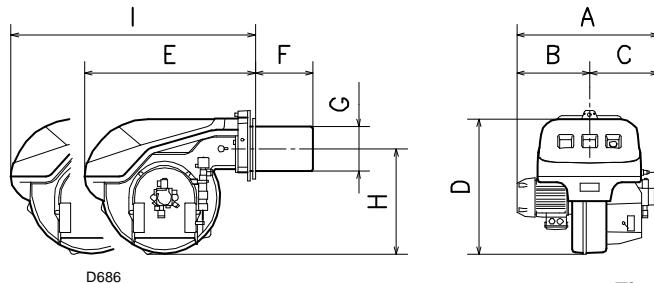

Fig. 1
3.2.3 Dimensiones máximas (Fig. 1) - medidas aproximadas
Las dimensiones máximas del quemador se indican en (Fig. 1). Tener en cuenta que para inspeccionar el cabezal de combustión, el quemador debe abrirse desplazando la parte posterior por las guías.